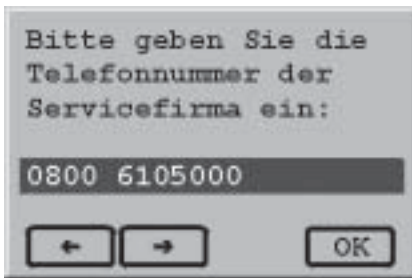

Abb. 23
- Telefonnummer eingeben (Abb. 23)